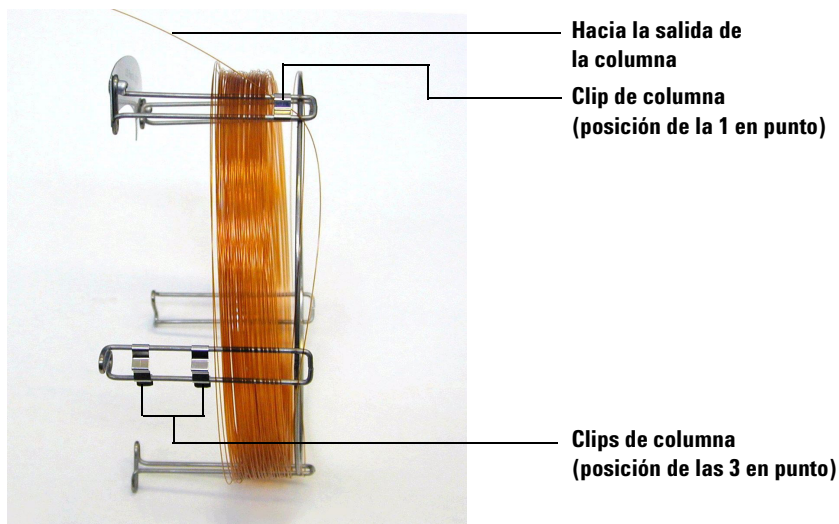

Figura 5 Columna pasada a través de la posición de la 1 en punto
- 4 Pase el lado de salida de la columna a través del clip colocado en la 1 en punto, de forma que la salida de la columna esté dirigida hacia la parte delantera del soporte. Véase Figura 5.